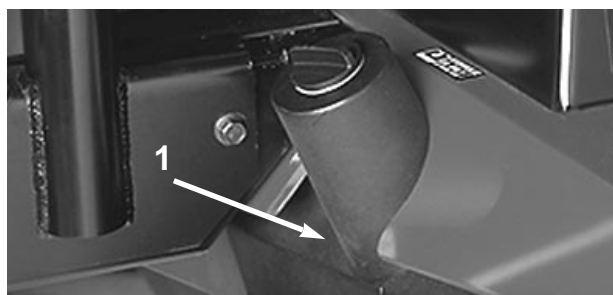

図 57
2. タンク (図57) 下のドレンプラグを開いてドレンパンにオイルを受け、排出が終われば、プラグを元通りに閉める。
1. テストポート A (図 57) は、昇降シリンダの故障探究用です。